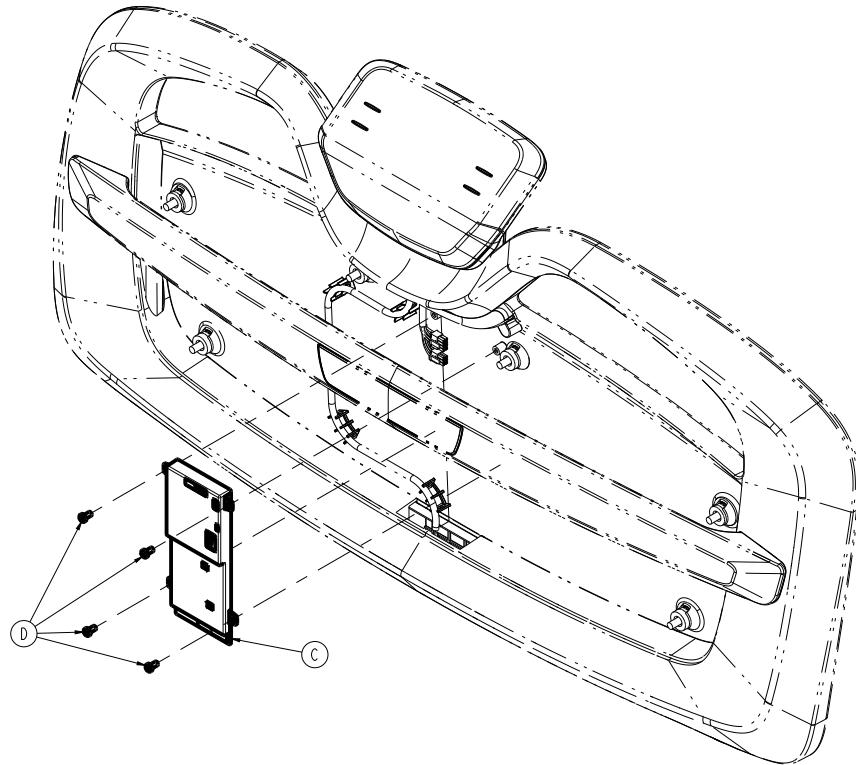

Figure 38 – Remplacement du module sans fil
- À l'aide d'une clé Torx T20, enlever les quatre vis (D) qui fixent la module sans fil (C) au pied du lit (Figure 38). Laisser pendre le module sans fil.